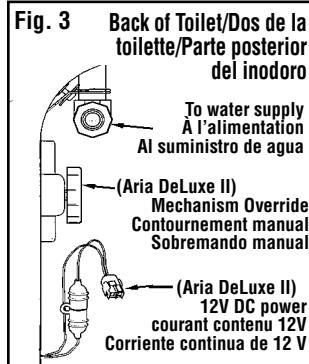

Fig. 3
- Using adjustable wrenches, make water line connection to toilet (Fig. 3).
- (Aria Deluxe II only)** Make power connection to Toilet (red to + and black to -) (Fig. 3).
9. En utilisant les clés à molette, connectez la conduite d'eau à la toilette (les raccords sont fournies dans le sac de pièces.) (Voir Fig. 3.)
10. **(Aria Deluxe II seulement)** Connectez la ligne électrique à la toilette (le rouge au + et le noir au -). (Voir Fig. 3.)
9. Conecte la tubería de agua al inodoro usando llaves inglesas (Fig. 3).
10. **(Aria Deluxe II aislamiento)** Haga la conexión eléctrica al inodoro (rojo a + y negro a -) (Fig. 3).